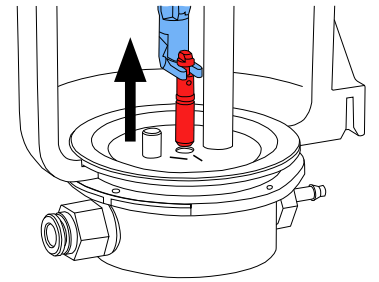

Fig. 16
- ⇒ Saisir la buse de dosage avec l'outil et la retirer en tirant vers le haut (Fig. 16).